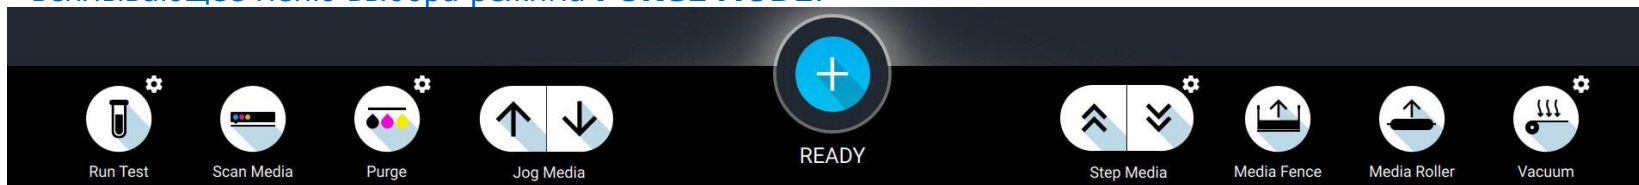

Рисунок 2-9: Панель инструментов «Main Toolbar»
F. В панели инструментов Main Toolbar, Рисунок 2-9:, нажмите у кнопки **Purge**, кнопку **Options** . Откроется всплывающее меню выбора режима **PURGE MODE**.